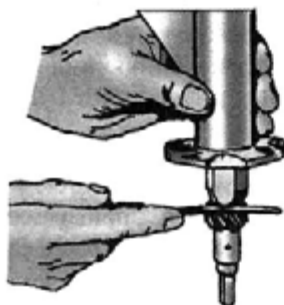

Рис. 4.1.69. Проверка осевого зазора между шестерней и корпусом привода масляного насоса и датчика-распределителя зажигания
- проверить осевой зазор между корпусом привода и шестерней при помощи шупа (рис. 4.1.69). Зазор должен быть в пределах 0,15–0,40 мм;